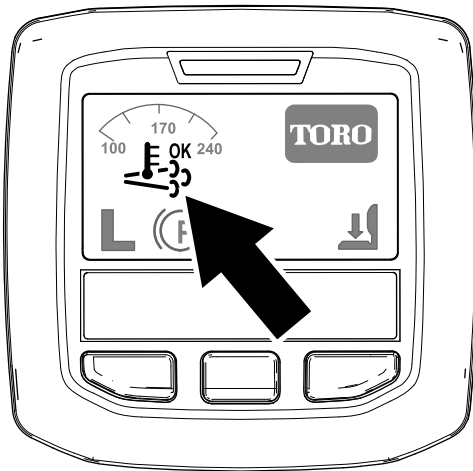

Figure 26
- L'icône de régénération assistée/commandée s'affiche sur l'InfoCenter (Figure 26).